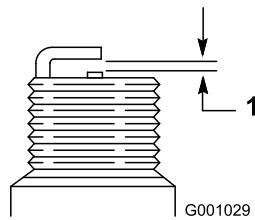

Figure 57
- Réglez l'écartement des électrodes de la nouvelle bougie à 0,76 mm (0,030") (Figure 57).